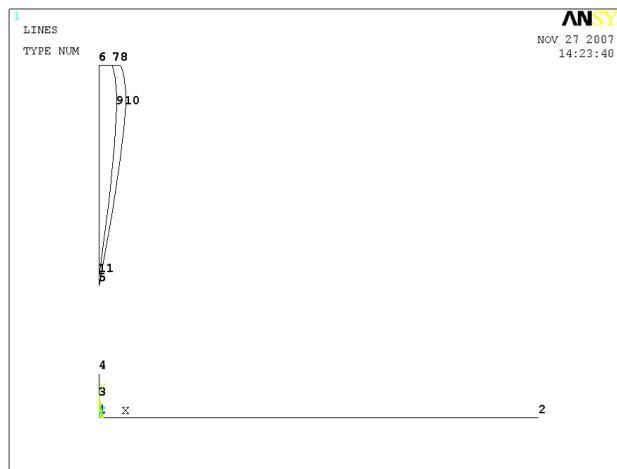

Рисунок 34. Промежуточные результаты построения границы модели
- Нажимаем кнопку **OK** (Рисунок 34).